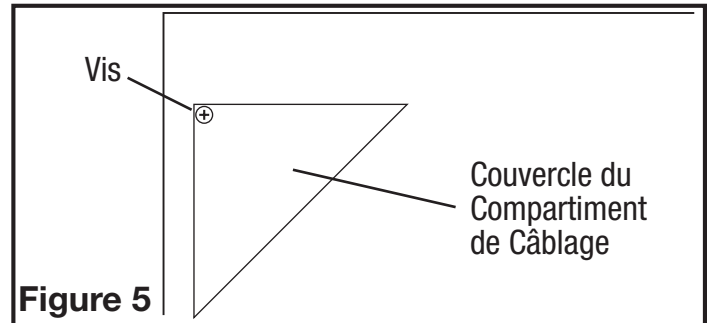

Figure 5
- 1a. Compartiment de Câblage Extérieur : enlever la vis du couvercle du compartiment à câblage et mettre ce couvercle dans un endroit fiable (Figure 5).